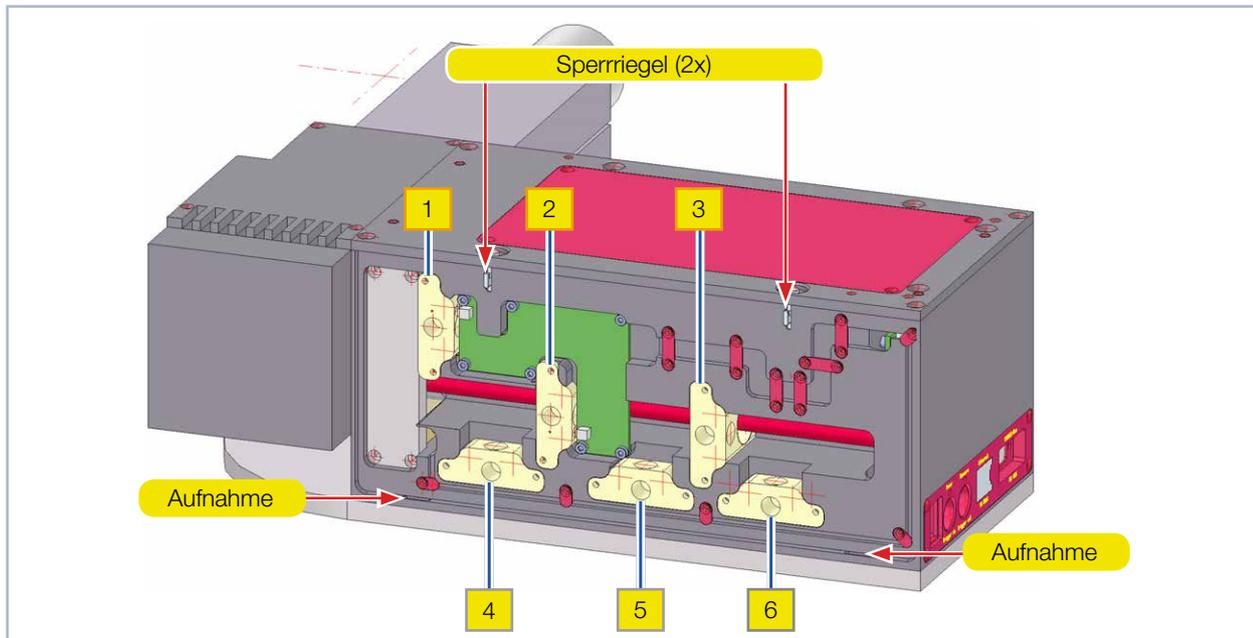

Abb. 13.1: Einschub-Positionen der optischen Komponenten
2. Drücken Sie die zwei Sperrriegel ein (siehe Abb. 13.1 auf Seite 92):
An drei Positionen können optische Komponenten in den Strahlengang des LaserQualityMonitor LQM eingeschoben werden (siehe Abb. 13.1 auf Seite 92, Positionen 1 2, 3).
3. Setzen Sie die seitliche Gehäuseplatte in die Aufnahmen (siehe Abb. 13.1 auf Seite 92) im Gehäuse.